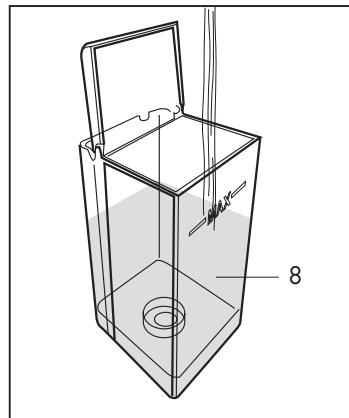

Fig. 2
- Remplir le réservoir d'un maximum de 2,5 litres d'eau. (**Fig. 2**)